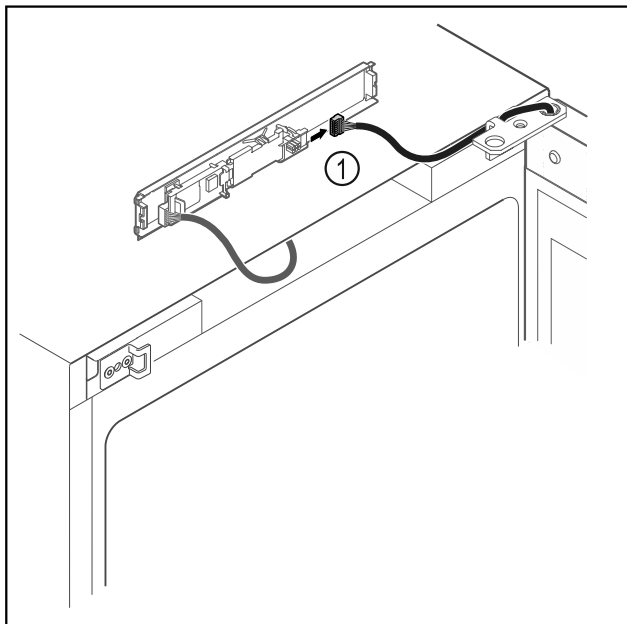

Fig. 6
- ▶ Stecker Fig. 6 (1) von Platine abstecken.